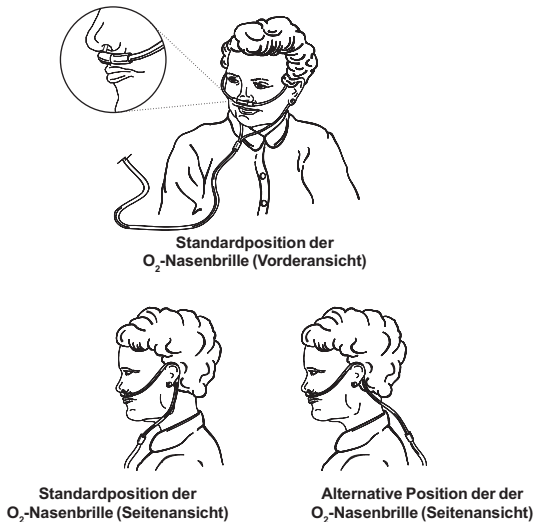

Abbildung 6 - Anbringen der O₂-Nasenbrille
2. Schließen Sie den *Sauerstoffschlauch* der Nasenbrille an den *Sauerstoffauslaß* oder den *Befeuchteranschluß* (sofern der Befeuchter benutzt wird) an. Richten Sie die Nasenbrille so aus, daß sie bequem auf Ihrem Gesicht sitzt (Abbildung 6).